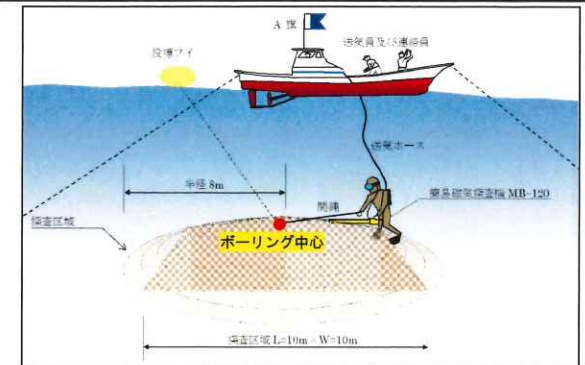
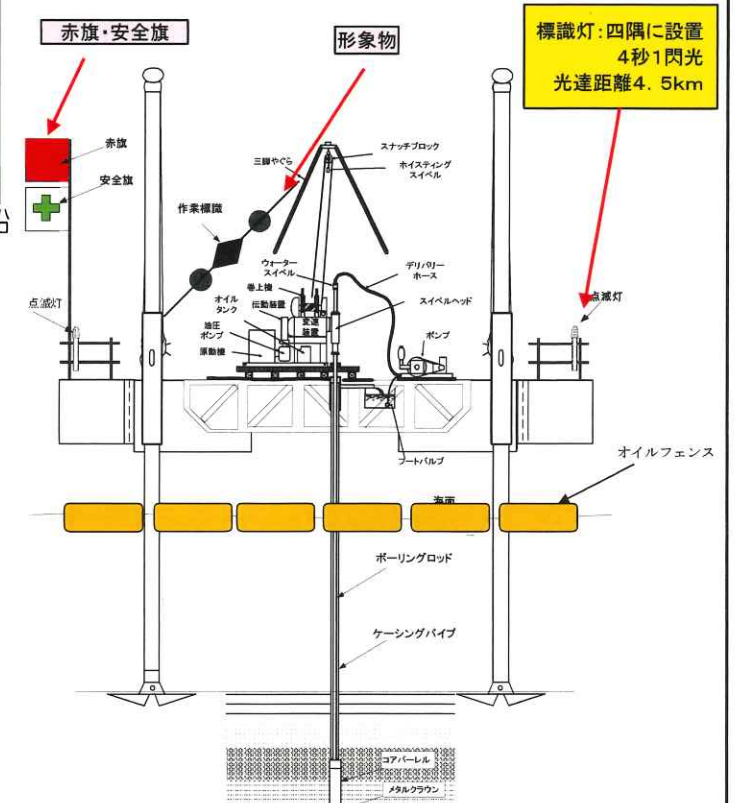

図1. 潜水探査状況
図2. 海上ボーリング概要図
- ### 4.1 潜水探査(図1参照)
- ①潜水士により、調査地点を中心に半径8mの範囲を潜水探査(磁気探査)します。
- ### 4.2 海上ボーリング(図2, 写真1～4参照)
- ①スパット台船(広さ6m×6m)やボーリング資材を護岸に運搬搬入します。
- ②クレーンを使用してスパット台船を組立てます。
- ③スパット台船をボーリング地点まで曳航します。
- ④スパット台船を据え付け、ボーリングを開始します。
- ### 5.1 潜水探査(図1参照)
- ### 5.2 海上ボーリング(図2, 写真4～5参照)